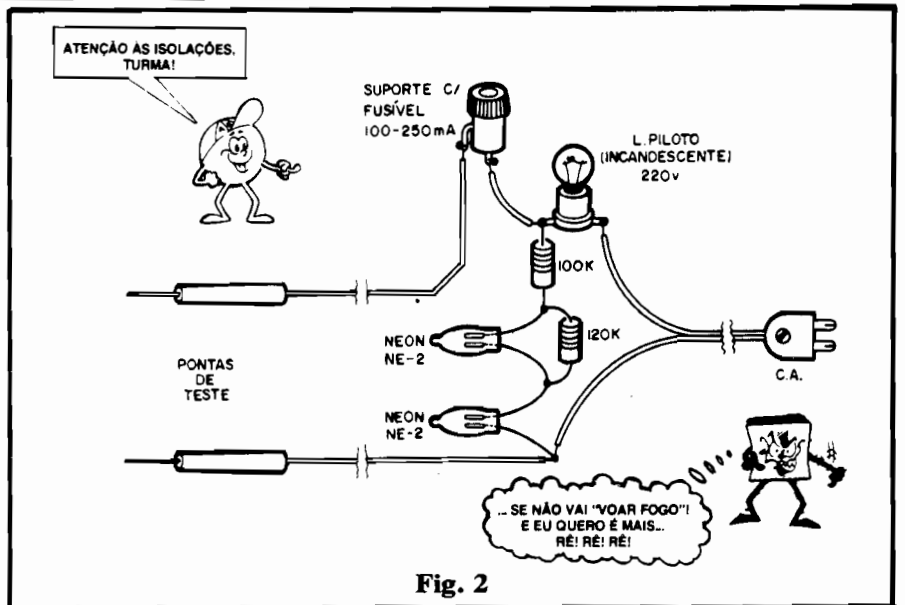

Fig. 2
- **FIG. 2 - A MONTAGEM** - Os componentes são poucos e relativamente "robustos", o que permite a realização das ligações "ponto a ponto", sem a necessidade de substratos como Circuito Impresso ou mesmo "ponte" de terminais... Como as três lâmpadas serão obviamente fixadas num
- **FIG. 4 - TESTANDO O TESTADOR...** - Uma vez montado e "encaixado" conforme indicam as figs. 2 e 3, a primeira providência será... **testar o TESTADOR!** Para tanto, basta seguir as indicações mais do que claras contidas na figura, onde o bloco A se refere a rede local de 110V, e o bloco B a rede de 220V... Observem como deve ser o "comportamento" (apagada/acesa) de cada uma das três lampadinhas, para cada Tensão de rede, e para as situações: pontas de prova apartadas ou pontas de prova "em curto"... Se tudo ocorreu conforme mostram os diagramas, então o